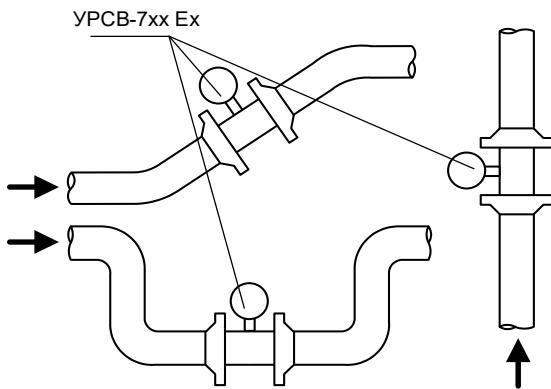
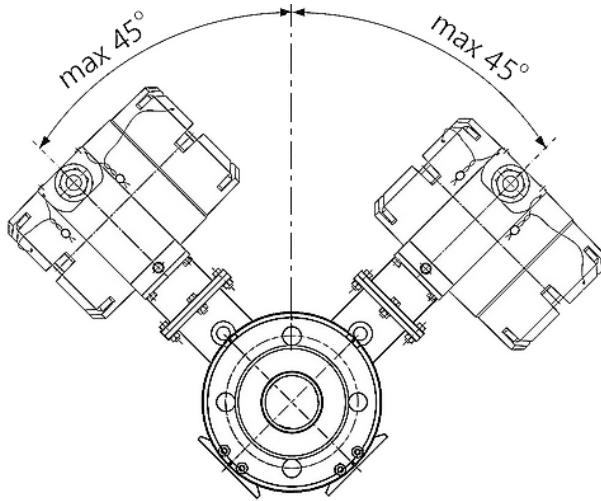

Рис.3 - Рекомендуемые места установки расходомера.
Рис.4 - Расположение ВП расходомера при монтаже
- наиболее подходящее место для монтажа (при наличии) – нижний либо восходящий участок трубопровода (рис.3);
3.3.2 При монтаже в горизонтальный или наклонный трубопровод рекомендуется располагать расходомер вторичным преобразователем кверху (рис.3). Угол отклонения оси стойки ВП от вертикальной плоскости, проходящий через ось трубопровода, не должен превышать 45° (рис.4).